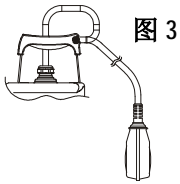

图 3
2. 装有浮子开关的泵型，须确保浮子活动自如（见浮子开关调整说明）泵坑最小尺寸要符合图表 图 3。泵坑大小需要根据输水量和流速计算，以避免电机过于频繁的启动。
加长或减短浮子和固定点（把手上的凹槽-图 3）之间的浮子电线部分，调整水泵启动或停止的水位。保证浮子开关活动自如。